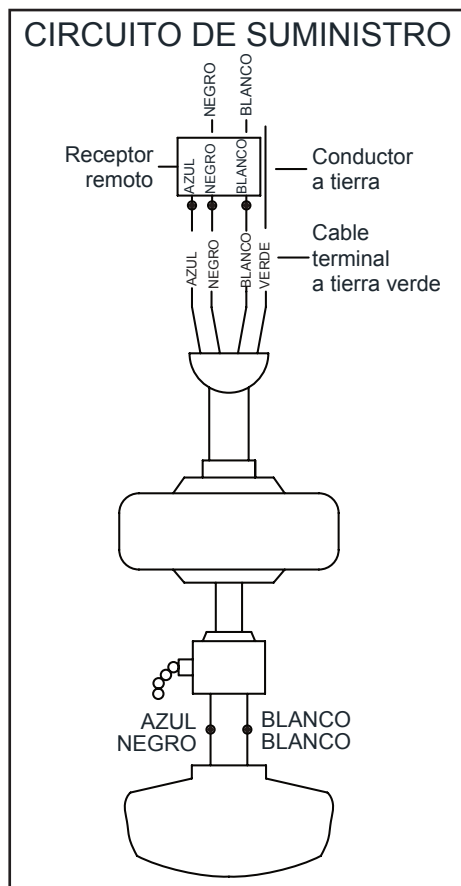

Figura 10
Sigue estos pasos para conectar tu ventilador al circuito de tu hogar. Usa las tuercas de conexión de cable incluidas con el ventilador y el control remoto. Asegura los conectores con cinta aislante. Asegúrate de que no haya conexiones ni cables sueltos. (Figura 10)
1. Conecta el conductor a tierra del cable de 120 V (puede ser un cable desnudo o un cable con aislante verde) al (los) cable(s) terminal(es) a tierra verde del ventilador (Figura 10).
2. Conecta el cable blanco del motor del ventilador al cable blanco del receptor usando una tuerca de cable (Figura 10).
3. Conecta el cable negro del motor del ventilador al cable negro del receptor usando una tuerca de cable (Figura 10).
4. Conecta el cable azul del motor del ventilador al cable azul del receptor usando una tuerca de cable (Figura 10).
5. Conecta el cable negro del receptor al cable negro de suministro de energía (positivo) usando una tuerca de cable (Figura 10).
6. Conecta el cable blanco del receptor al cable blanco de suministro de corriente (neutro) usando una tuerca de cable (Figura 10).